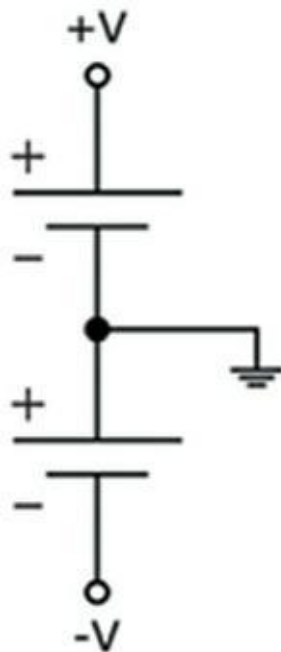

FIGURE 14-6 Certains circuits nécessitent une source positive et une source négative.
Certains circuits (par exemple des circuits d'amplification opérationnelle, voir Chapitre 11) nécessitent à la fois une source d'alimentation positive et une source négative. Vous verrez souvent la source positive représentée par un cercle ouvert accompagné de l'indication +V et la source négative représentée par un cercle ouvert avec l'indication -V. Si la tension n'est pas spécifiée, ce peut être +5 V ou - 5 V continu. La Figure 14-6 est un exemple d'illustration de ces points de connexion à la source.
- » **Un seul symbole de masse** : Toutes les connexions à la masse sont reliées à un point unique. La ou les sources (par exemple la pile) ne sont pas toujours représentées de façon visible, mais on doit supposer que la masse est reliée à la borne positive ou négative des sources de courant continu (comme le montre la Figure 14-6).